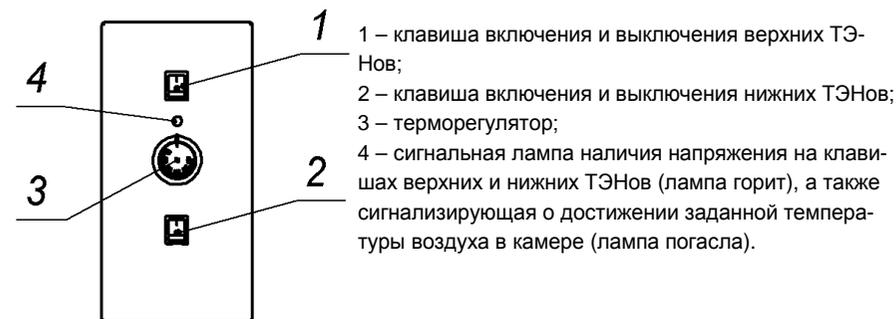

Рис.4
4.4 Включение-выключение ТЭНов, установка и автоматическое поддержание необходимой температуры (от 50 до до 300⁰С) в камере осуществляется соответствующими нижним и верхним ТЭНам клавишами (рис.4, поз.1, 2) и терморегулятором (рис.4, поз.3). Отключение верхних и нижних ТЭНов производится переключением соответствующих клавиш в положение «0» (рис.4, поз.1, 2).
Установка и автоматическое поддержание необходимой температуры (от 50 до 300⁰С) в камере осуществляется терморегулятором (рис.4, поз.3).
Терморегулятор снабжен сигнальной лампой (рис.4, поз.4).
7.2 Установите (по часовой стрелке) лимбами терморегуляторов (рис.4, поз.3) температуру в камерах шкафа, предусмотренную технологией приготовления продукта (должны загореться сигнальные лампы рис.4. поз.4).
7.3 Переключите клавиши (рис.4, поз.1, 2) нижних и верхних ТЭНов в положения «1».
7.6 После окончания приготовления продукта отключите напряжение, подаваемое на нагревательные элементы камеры, переключив клавиши верхних и нижних ТЭНов камеры (рис.4, поз. 1, 2) в положения «0».